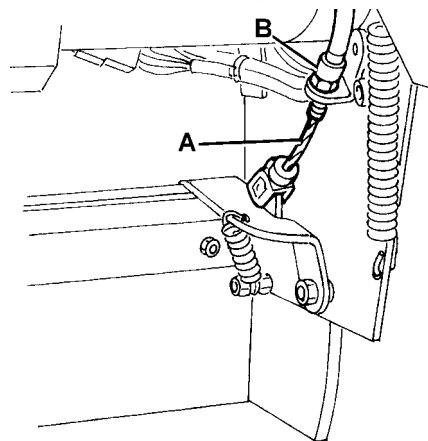

Abbildung 23
Wenn nötig, den Flap-Kabel (A, Abb. 23) mittels der Einstellvorrichtung (B), die sich auf der linken Vorderseite des Flaps selbst befindet, einstellen (zur Ersetzung des Flap-Kabels vorn, siehe die Service-Anleitung).